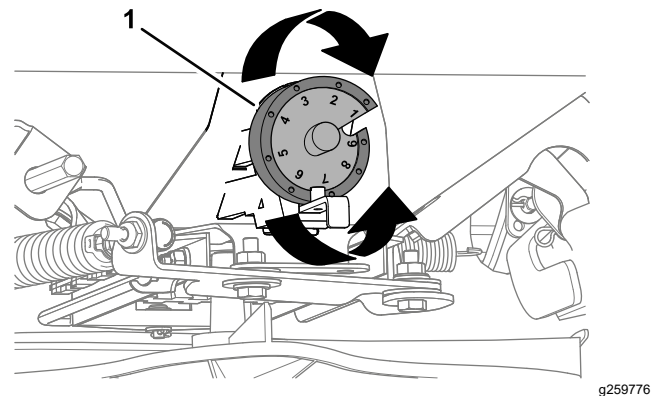

Figure 24
- Tournez la came de dosage (Figure 24) à la position de réglage déterminée à l'opération 4.